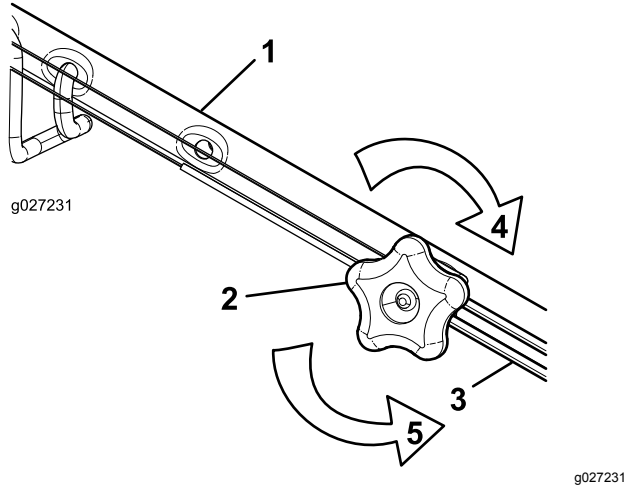

Bild 41
1. Drehen Sie das Handrad nach links, um die Zugeinstellung zu lösen (Bild 41).
2. Stellen Sie die Spannung des Zugs (Bild 41) ein, indem Sie ihn zurückziehen oder nach vorne drücken und dann in dieser Stellung arretieren.